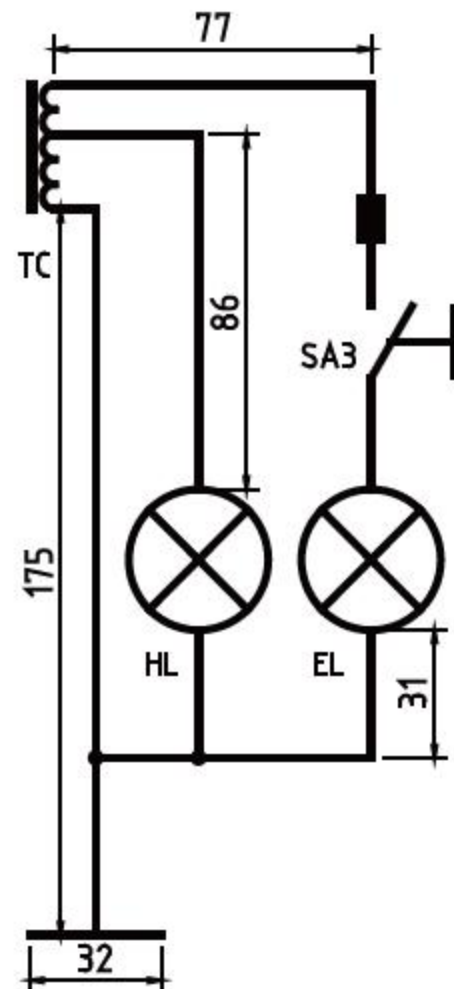

图5-152 更新标注
**03** 在【注释】选项卡中，单击【标注】面板中的【更新】按钮, 更新标注，如图5-152所示。